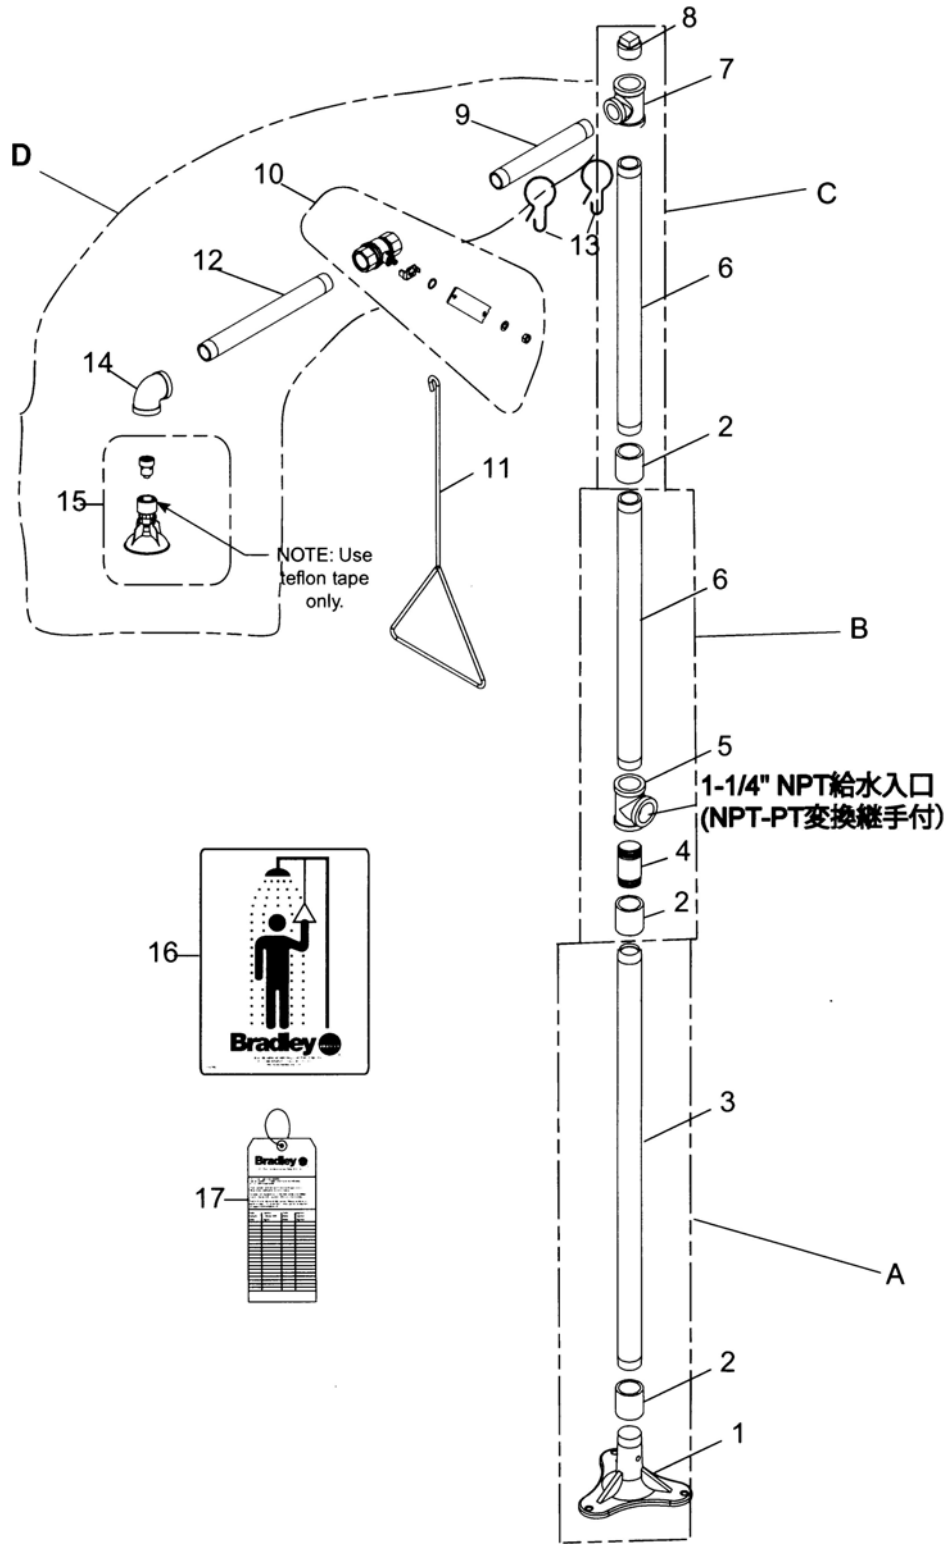

図 3
1. 全部品をボックスの中から取り出し、図3並びに部品リストと照合し、不足がないか確認して下さい。